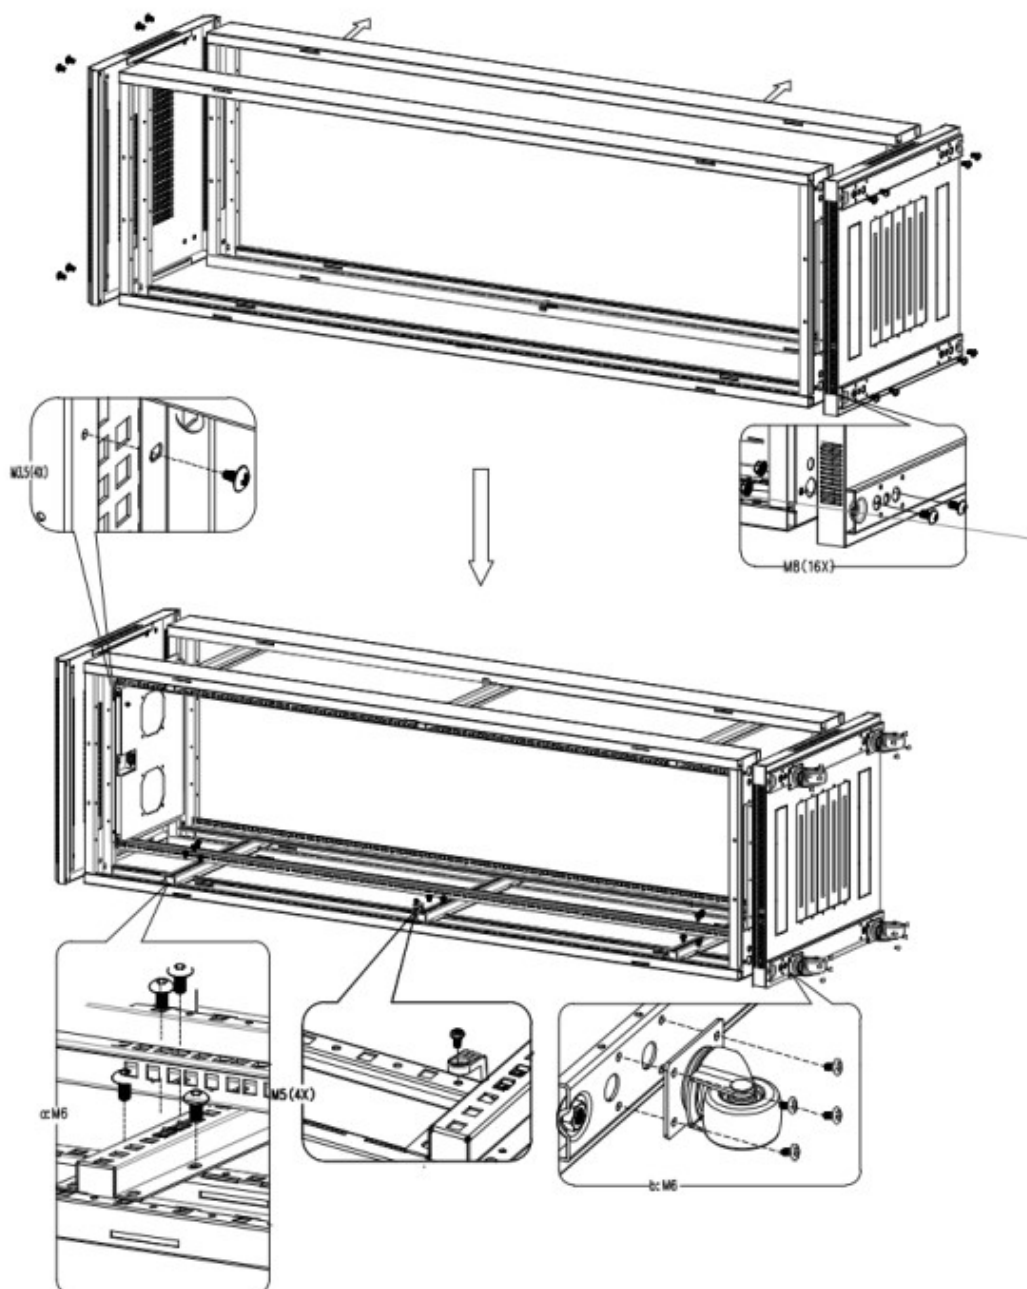

Рисунок 4
2. Соедините нижнюю и верхнюю панели с рамой. Как показано на схеме. Обратите внимание, что на раме находятся пазы для замка, при сборке шкафа пазы должны находиться с наружной стороны. (Не затягивайте винты до полной сборки шкафа) Рисунок 4.